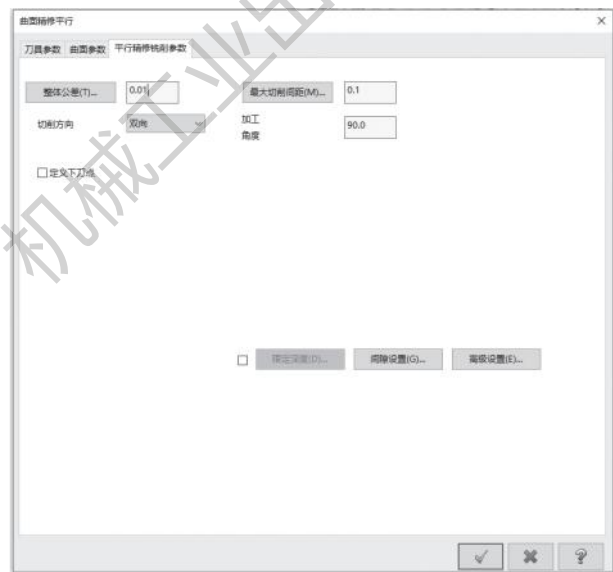

图 6-59 平行精加工铣削参数设置
4) 打开【平行精修铣削参数】选项卡，设置【整体公差】为 0.01mm，【最大切削间距】为 0.1mm。【切削方向】为【双向】，【加工角度】为 90°，如图 6-59 所示。